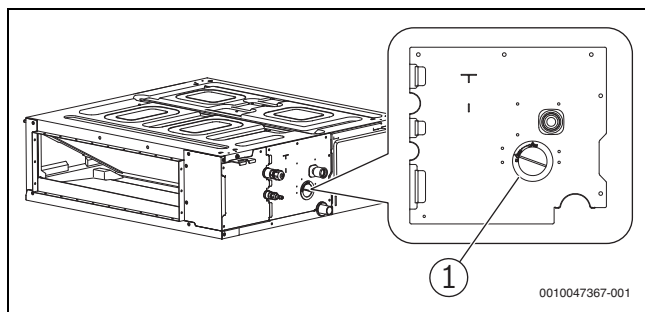

Fig. 305
- ▶ Aprire il tappo dell'acqua di test (→ Fig. 305) sul corpo della macchina; il tappo dovrà essere svitato durante il test di scarico per verificare l'accensione della pompa di scarico ed escludere problemi con la pompa di scarico.